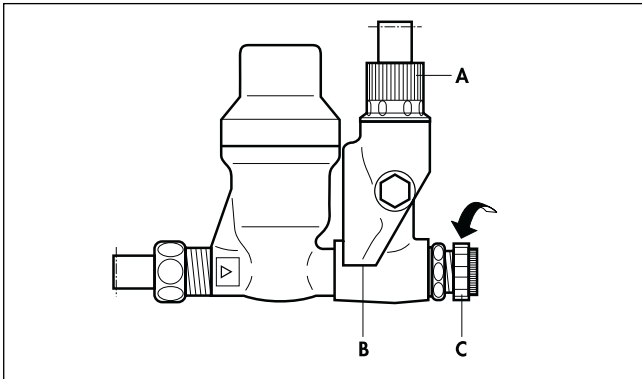

Рис. 2 Группа безопасности
- в сливное отверстие (В, рис. 2, стр. 8) и клапан избыточного давления
При появлении утечки воды в трубе между водонагревателем и водоразборной точкой, закройте, пожалуйста, запорный вентиль холодной воды у водонагревателя (С, рис. 2, стр. 8) и сообщите сервисной службе о необходимости устранения течи.
Сточная арматура, сливное отверстие (В, рис.2, стр. 8), а также вытекающая вода могут нагреваться до температуры 85°C.
Во время нагрева объем воды увеличивается, и из сливного отверстия (В, рис. 2) капает вода. Поэтому ни в коем случае не допускается перекрывать клапан избыточного давления, или соответственно, сливное отверстие!